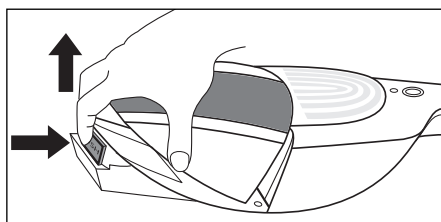

Fig. 3
- 1) Pour ouvrir le bac à poussière ⑨, retirez la partie portable ⑤ de la cavité pour la partie portable ⑭.
- 2) Appuyez sur la touche PUSH ⑥ et tirez en même temps le bac à poussière ⑨ vers le haut. Vous pouvez maintenant le soulever vers le haut/en avant (fig.3).